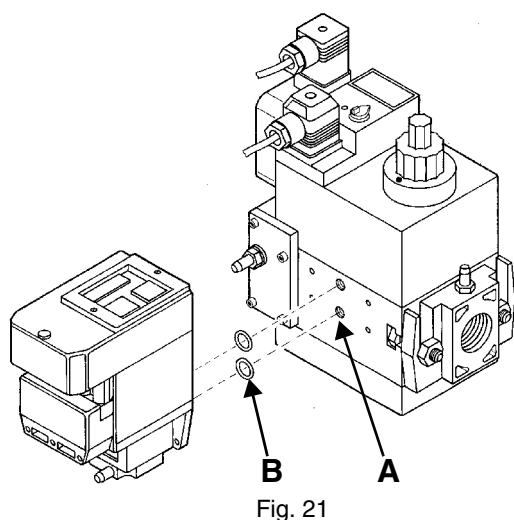
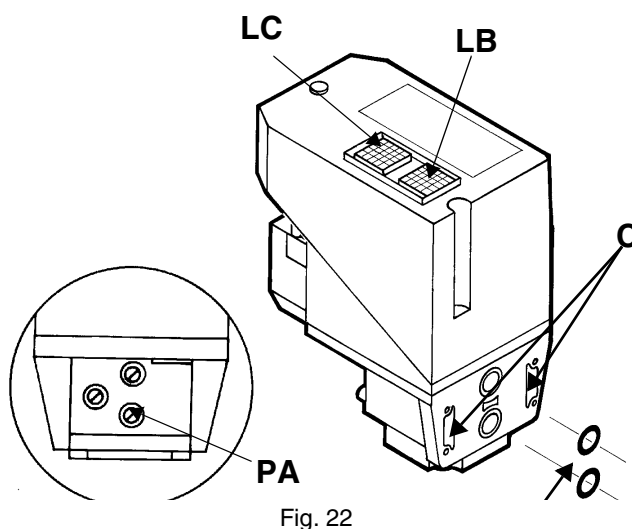

Fig. 21
Fig. 22
- 3 togliere le viti di chiusura del gruppo Multibloc (Fig. 21-A);
- 4 inserire gli anellini di tenuta (10,5 x 2,25) nel VPS 504 (Fig. 22-B, Fig. 21-B);
- 5 avvitare le 4 viti del controllo di tenuta (M4 x 16) Fig. 21-C.
Per effettuare la verifica di funzionamento, inserire un manometro in corrispondenza della presa di pressione **PA** (Fig. 22). Se il ciclo di prova ha esito positivo, dopo alcuni secondi si accende la lampada di consenso **LC** (gialla). In caso contrario si accende il pulsante luminoso **LB** di blocco (rossa). Per ripartire è necessario sbloccare l'apparecchiatura premendo il pulsante **LB**.